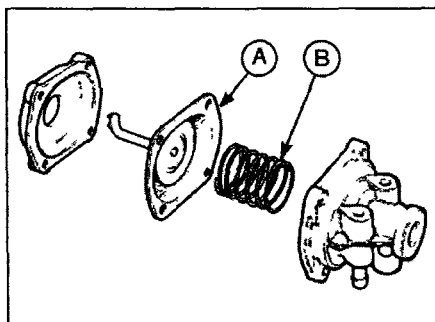

Рис. 3.16 Узел демфера дросселя
- 16 На карбюраторах 26/28, 28/30 и 28/32 отверните два винта и снимите узел демпфера дросселя. Развернув, отсоедините шток привода от рычага управления. Отверните еще четыре винта, снимите крышку демпфера, диафрагму и пружину. Диафрагма не должна иметь повреждений (рис. 3.16).
50 На карбюраторах 26/28, 28/30 и 28/32 (двигатели 2.0 л) установите пружину, диафрагму и крышку демпфера дросселя, закрепите четырьмя винтами. Тяга диафрагменного привода должна смотреть внутрь (см. рис. 3.16). Присоедините тягу к рычагу, установите узел и закрепите двумя винтами.